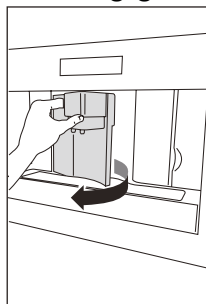
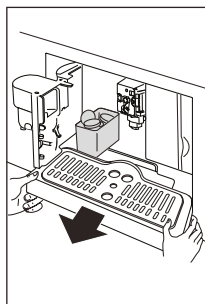

Fig. 23
Fig. 24
- aprire lo sportello di servizio sulla parte anteriore (Fig. 23), estrarre quindi la vaschetta raccogliocce (Fig. 24) e pulirla.